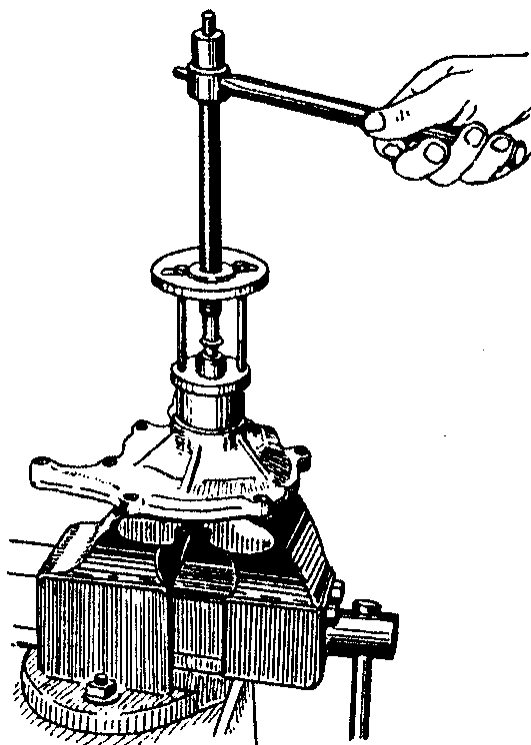

Рис.51. Снятие ступицы шкива водяного насоса
3. Снять ступицу шкива съемником (приспособление 6999-7697), как показано рис.51.